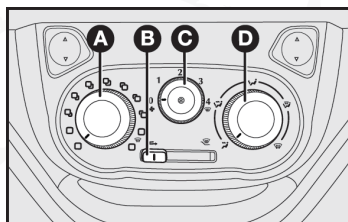

fig. 38
### CONTROLES - fig. 38
- 1) Control para la temperatura del aire A-fig. 38 totalmente localizado a la izquierda.
- 2) Palanca del ventilador C-fig. 38: localizado en la velocidad máxima.
- 3) Control para la distribución del aire D-fig. 38 indicador en , para controlar que todas las salidas de aire estén abiertas.
4) Conecte el aire acondicionado abriendo el selector C-fig. 38.
El aire acondicionado es muy útil para acelerar el desempañamiento, pues deshumidifica el aire. Para desempañar el lado interno del parabrisas, active el aire acondicionado, apretando el selector C-fig. 38.
- 1) Aire acondicionado activado: selector C-fig. 38.